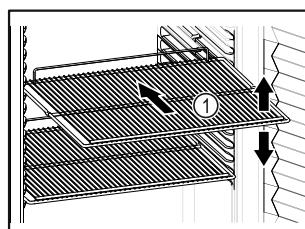

Fig. 78 Representación a modo de ejemplo
- ❑ Si los estantes de rejilla Fig. 78 (1) se pueden colocar en distintas posiciones, ajustarlos en altura.